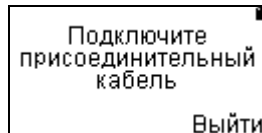
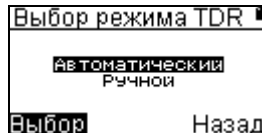

Рисунок 13
Рисунок 14
6.3.6 При выборе пункта **Измерение** появится запрос подключения присоединительного кабеля (рисунок 13). Для измерений TDR методом подключите соответствующий присоединительный кабель, появится кратковременное сообщение об активации метода и будет предложен выбор автоматического или ручного режима измерения (рисунок 14).
Включить ручной режим можно через меню **Измерения** (рисунок 14) или в автоматическом режиме перейти через меню **Функции** (рисунок 21). В правом верхнем углу экрана (рисунок 27) показывается текущий коэффициент укорочения, состояние батареи и режим отображения - со входа или из памяти прибора. В нижней строке два параметра, один из которых активный и подсвечивается темным фоном. Изменить левый параметр можно нажатием кнопок \triangleleft и \triangleright , а правый нажатием кнопок \triangle , ∇ .